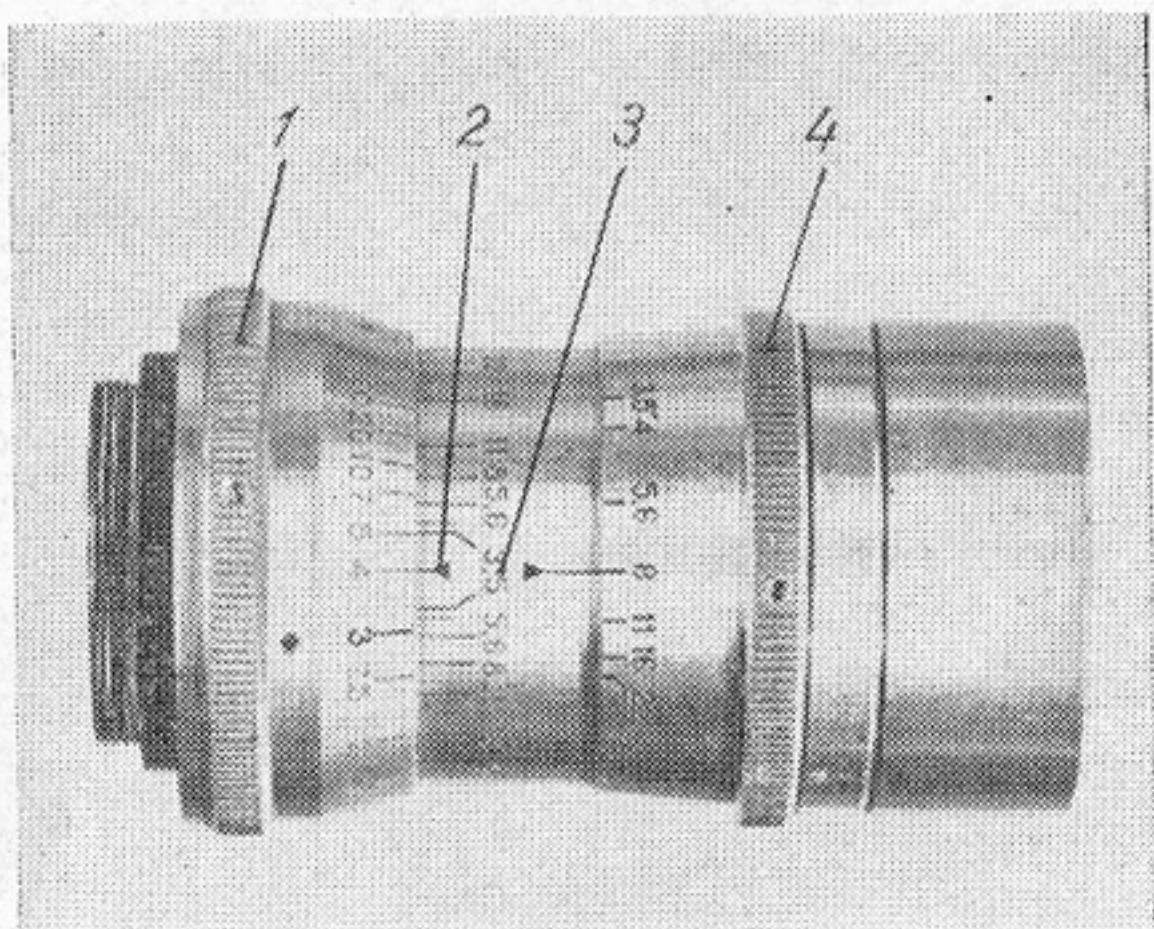

Рис. 9.
После выбора кадра необходимо определить расстояние до объекта съемки и произвести наводку объектива на резкость. Для этого рифленое кольцо (1) оправы объектива (рис. 9), на котором выгравированы деления с цифрами, указывающими удаленность до снимаемого
объективов нанесена шкала глубин резкости (3) (рис. 9). Она представляет два ряда цифр, повторяющих цифры шкалы диафрагм данного объектива, симметрично расположенных по обе стороны от красной отметки шкалы расстояний.
Определив величину диафрагмы, объектив нужно задиафрагмировать. Для этого поворачивают рифленое кольцо (4) (рис. 9), на котором выгравированы деления с цифрами значений относительных отверстий объектива до совмещения величины диафрагмы с красной отметкой на оправе объектива.